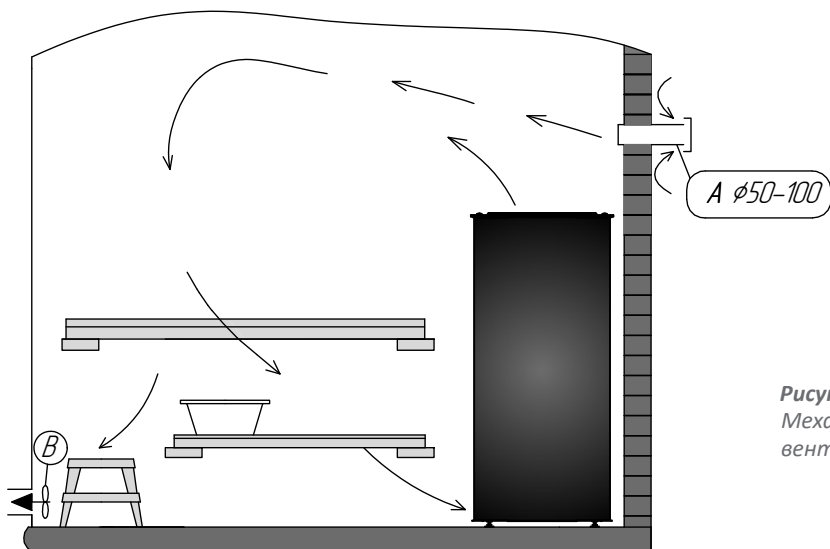

Рисунок 2.
2) Механическая вытяжная вентиляция (Рисунок 2):